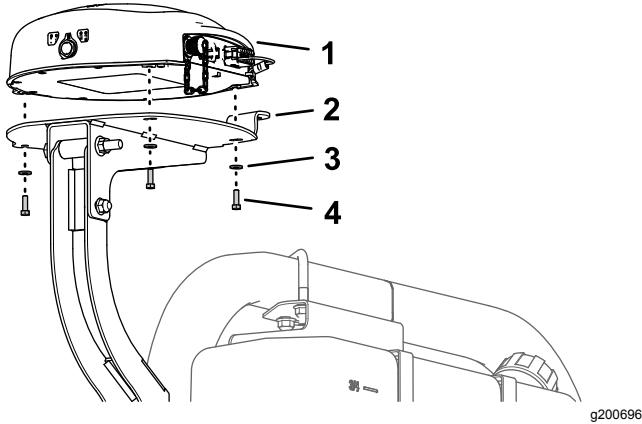

Bild 158
1. Fluchten Sie die drei Gewinde im Unterteil des Navigationsempfängers mit den drei Löchern in der Empfängerbefestigung aus (Bild 158).
2. Befestigen Sie den Empfänger mit den drei Sechskantschrauben (5 mm x 16 mm) und drei Scheiben (5 mm) an der Befestigung (Bild 158).